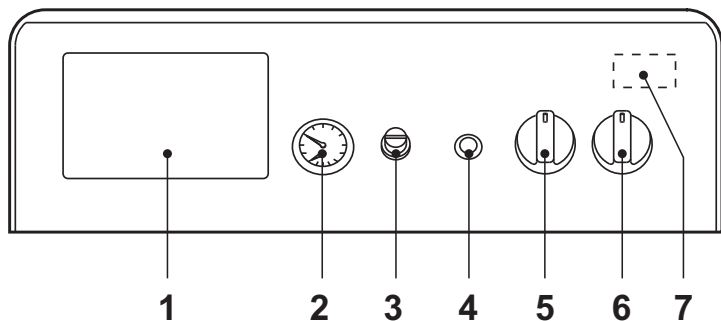
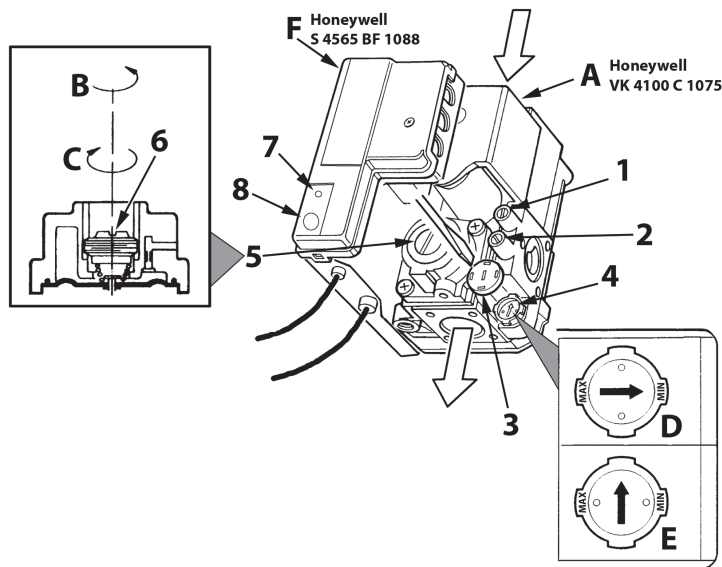

fig. 1 - Pannello comandi
fig. 3 - Regolazione della pressione
- Portare l'interruttore generale "6" sulla posizione 1 (fig. 1).
- Qualora la caldaia venga dotata di una centralina elettronica termostatica, montata in posizione 1 di fig. 1, l'utente dovrà tenere conto anche delle istruzioni fornite dal costruttore della stessa.
Ruotando la manopola 5 di fig. 1 in senso orario la temperatura dell'acqua di riscaldamento aumenta, in senso antiorario diminuisce. La temperatura può essere variata da un minimo di 30° ad un massimo di 90°. Consigliamo comunque di non far funzionare la caldaia al di sotto dei 45°.
Impostare tramite il termostato ambiente la temperatura desiderata all'interno dei locali. Su comando del termostato ambiente la caldaia si accende e porta l'acqua impianto alla temperatura impostata dal termostato di regolazione caldaia 5 de fig. 1. Al raggiungimento della temperatura desiderata all'interno dei locali il generatore si spegne.
La pressione di caricamento ad impianto freddo, letta sull'idrometro caldaia part. 2 di fig. 1, deve essere di circa 1,0 bar. Qualora durante il funzionamento la pressione dell'impianto scendesse (a causa dell'evaporazione dei gas disciolti nell'acqua) a valori inferiori al minimo sopra descritto, l'Utente dovrà, agendo sul rubinetto di caricamento, riportarla al valore iniziale. A fine operazione richiudere sempre il rubinetto di riempimento.
Collegare un manometro alla presa di pressione **2** (fig. 3) posta a valle della valvola gas, ruotare la manopola del termostato caldaia (rif. 5 - fig. 1) sul valore massimo.
Dopo aver tolto il tappo di protezione **5** (fig. 3), regolare la pressione del gas al bruciatore a mezzo della vite **6** al valore desiderato (vedere tabella dei dati tecnici e i diagrammi di variabilità di potenza riportati nel cap. 5).
2. Togliere dalla valvola gas il piccolo cappuccio di protezione 3 (fig. 3). Con un piccolo cacciavite regolare lo "STEP" d'accensione per il gas desiderato (G20-G25 posizione D fig. 3 oppure G30-G31 posizione E fig. 3); rimettere quindi il cappuccio.